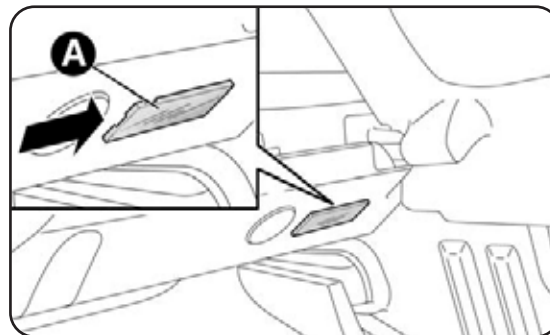

fig. 33
- apri il bagagliaio ed estrai la plafoniera A-fig. 33 agendo nel punto indicato dalla freccia;
- rimonta la plafoniera A-fig. 33 inserendola nella sua corretta posizione prima da un lato e quindi premendo sull'altro lato fino ad avvertire lo scatto di bloccaggio.